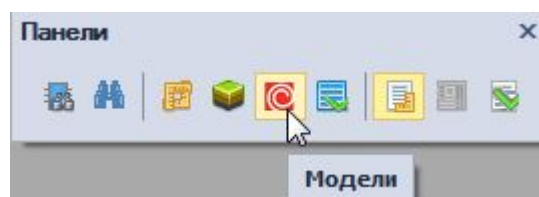

Рис. 31 Вызов панели «Модели» из панели инструментов «Панели»
3. Вызвав инструмент «Модели» на панели инструментов «Панели», см. Рис. 31.